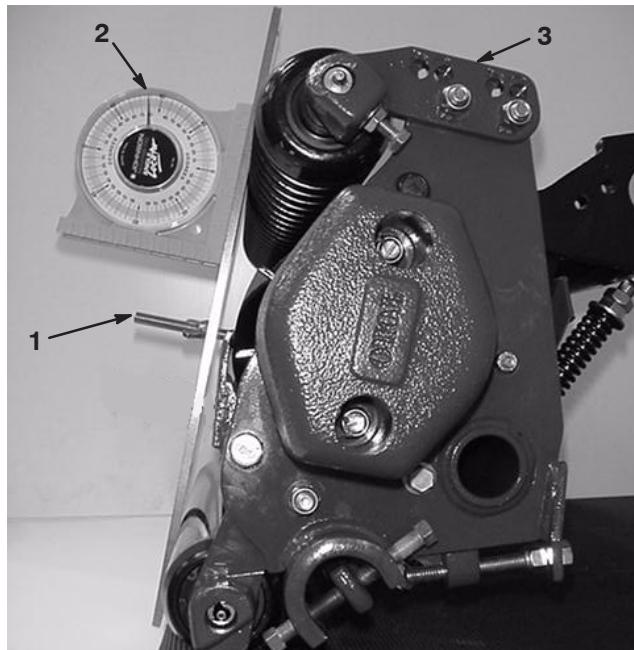

Bild 10
- Legen Sie die Messlehre über die vordere und hintere Rollen. Der Kopf der Schnitthöhenschraube muss eng über die Schnittkante des Untermessers passen, während die Messlehre die Rollen berührt (Bild 10).
- Legen Sie einen Winkelmesser auf die Messlehre und lesen Sie den Winkel der Messlehre ab (Bild 10).
- Zum Einstellen der Mähwerkstellung müssen Sie die Stellung der Rolle (A, B oder C) ändern (Bild 10).